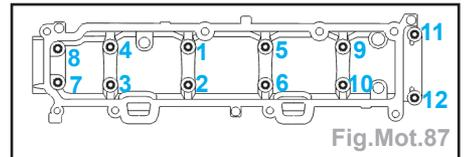

Fig.Mot.87
- Approcher puis serrer progressivement les vis de fixation dans l'ordre indiqué (Fig.Mot.87).